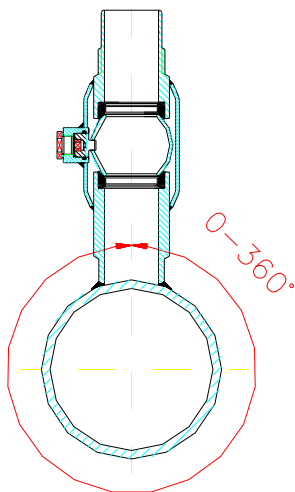

Bild 2
- Ventilen kan monteras i valfri, 0 - 360° vinkel på stamrörets omkrets (bild 2) men bör stå vinkelrätt mot stamrörets längslinje i anslutningspunkten (bild 3).